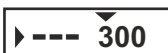

Fig.6
- Haciendo rotar el regulador, elija la posición **“---”** (nueva distancia) (**Fig. 6**).